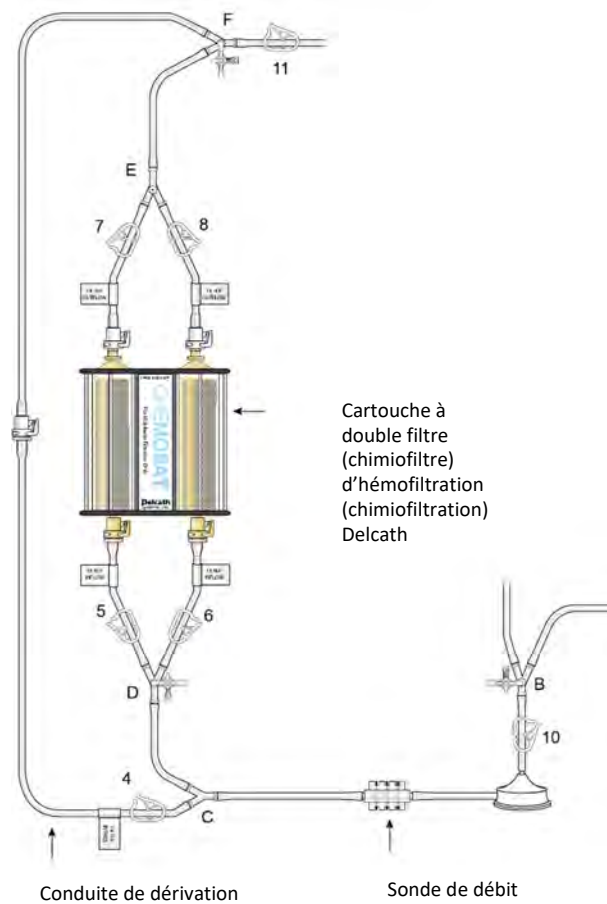

Figure 11
- (j) Fixer les robinets d'arrêt fournis aux ports du connecteur en Y « B » (pré-pompe), « D » (pré-filtre) et « F » (sortie). Vérifier que le collier 4 de la « conduite de dérivation » est ouvert, comme indiqué sur la figure 11.